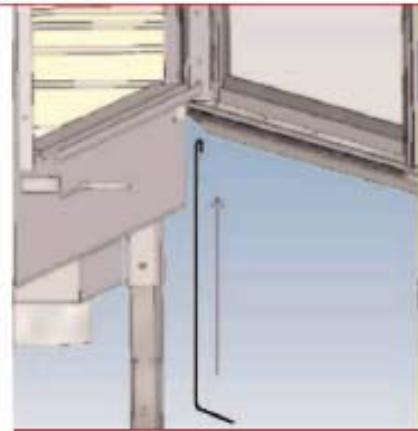

рис.2
- 2) Сдвиньте второй винт снизу в шарнирный профиль створки, так, чтобы можно было моментально изменить направление раскрытия (рис. 2).